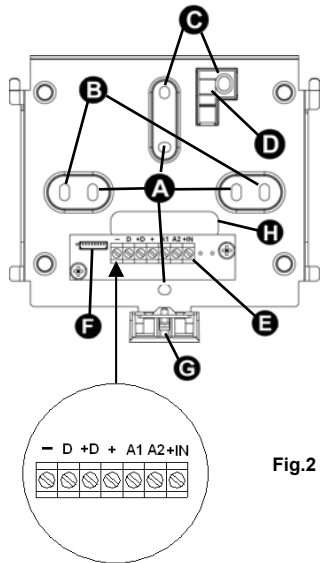

Fig. 2
- Fissare la staffa di supporto alla parete tramite tasselli da 6 mm (non forniti), o sulla scatola da incasso qualora presente, tenendo la morsetteria verso il basso (Fig. 2) utilizzando le predisposizioni "A" o "B". Evitare di stringere troppo le viti in quanto la conseguente curvatura della staffa potrebbe rendere difficoltoso l'aggancio della tastiera alla staffa stessa.